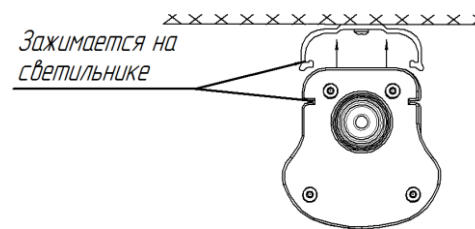

Рис. 3
- 2.3.2 Прикрепить светильник к креплениям, до щелчка (Рис. 3).